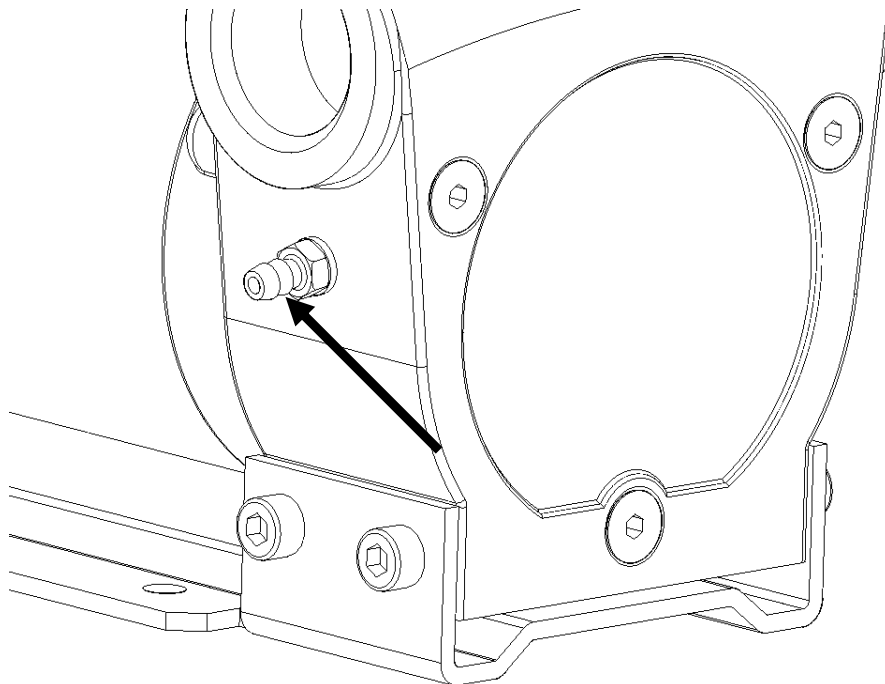

Fig. 3-2: Manguito roscado para el sifón protector atornillado
- Atornille en esta rosca el adjunto manguito roscado con la nueva junta (ver fig. 3-2).